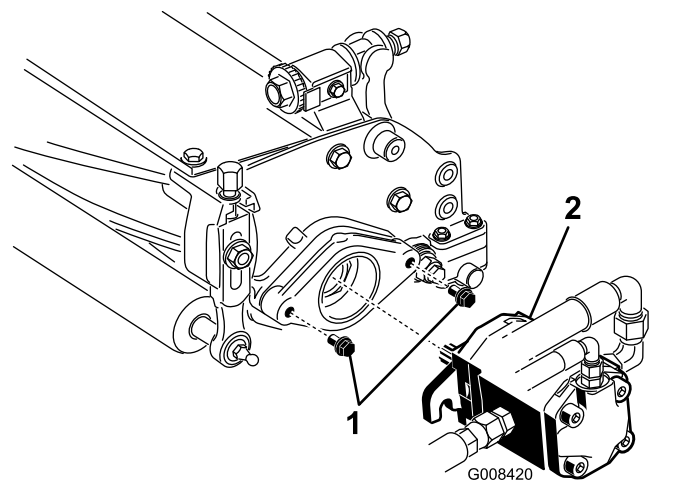

Figura 9
7. Asegúrese de que quedan aproximadamente 13 mm de rosca a la vista en cada perno de montaje del motor de transmisión del molinete (Figura 9).
8. Recubra de grasa limpia el eje del motor e instale el motor girándolo en sentido horario de manera que las bridas del motor no choquen con los espárragos. Gire el motor en sentido antihorario hasta que las bridas rodeen los espárragos (Figura 9).
9. Apriete los pernos de montaje (Figura 9).